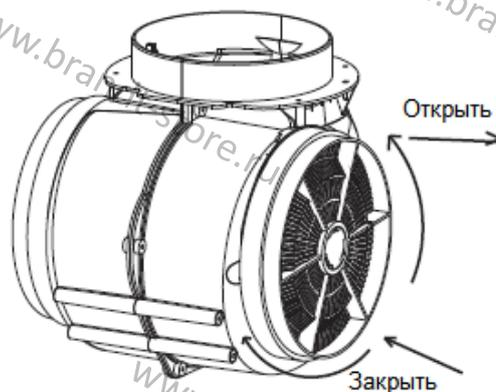

Рис. 12
### УСТАНОВКА УГОЛЬНОГО ФИЛЬТРА (ОПЦИОНАЛЬНО) СМ. РИС. 12
- Угольные фильтры (Рис. 12) расположены на обоих концах мотора. Поворачивайте угольный фильтр против часовой стрелки, пока не открутите его полностью.